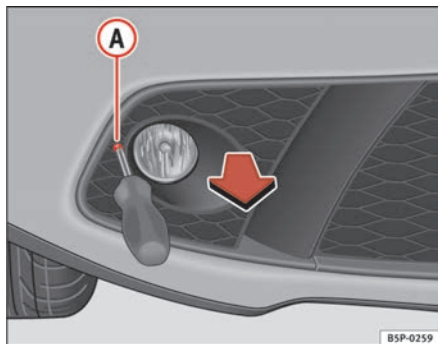

Abb. 205 Zugang zur Aufnahme der vorderen Abschleppöse
- Die Schraube **(A)** herausdrehen ⇒ Abb. 205.